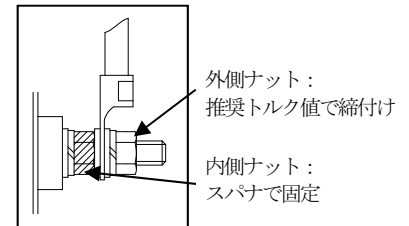

図1. ボルト端子の固定方法
5. ネジ端子 (図1) に接続する場合は、内側のナットは絶対に回転させないでください。